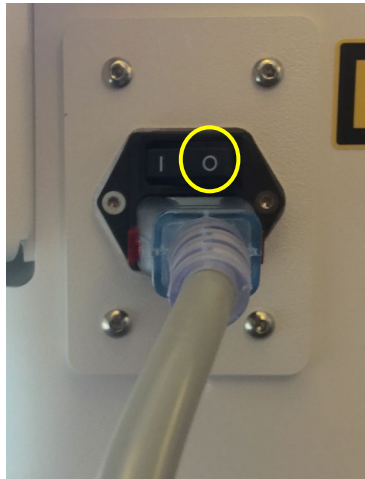

Figura 3-49. Posición de apagado
- Ponga el conmutador de alimentación principal en la base del KXL en la posición "Apagado" (Off), tal como se muestra en la figura 3-49.